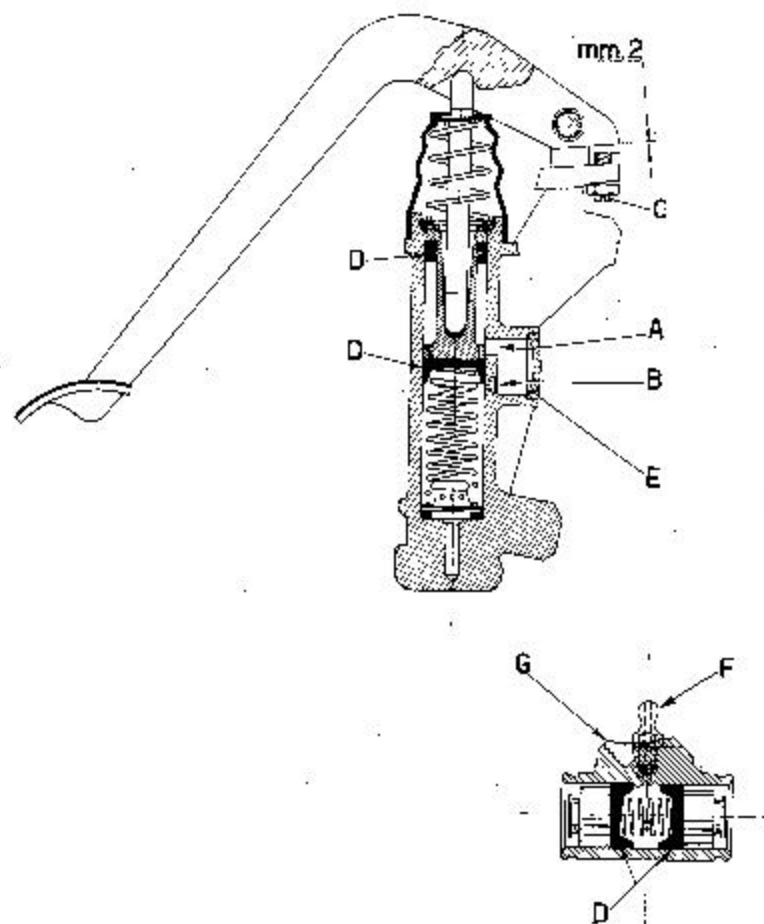

Fig. 96
- Togliere il tappo a colpo (D in fig. 96) per poter eseguire la dovuta pulizia; al rimontaggio, usare un nuovo tappo a colpo.
- 5) Per un corretto funzionamento il pedale deve avere un leggero gioco sull'azionamento del pistone della pompa; per ottenere il gioco voluto agire sulla apposita vite «c» (ved. fig. 96).